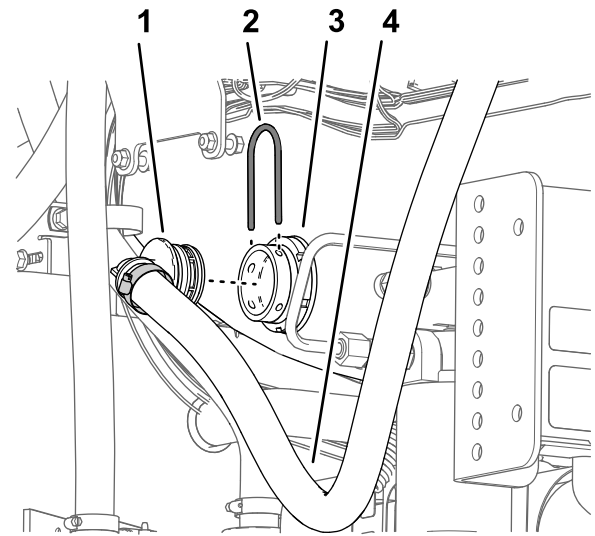

Figura 61
2. Retire la horquilla de retención grande que sujeta el acoplamiento dentado de 90° del extremo inferior de la manguera de desvío al conector pasamuros del depósito de fumigación (Figura 61).